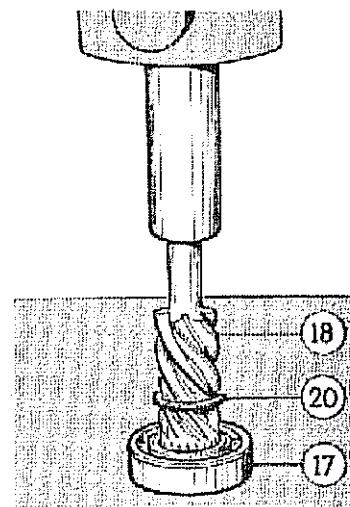

Fig. 307
- 6) Colocar en el piñón un aro retén de cojinete nuevo (20). Luego instalar el cojinete (17), en el piñón (18), introduciéndolo por el lado de la brida en una prensa (Fig. 307).